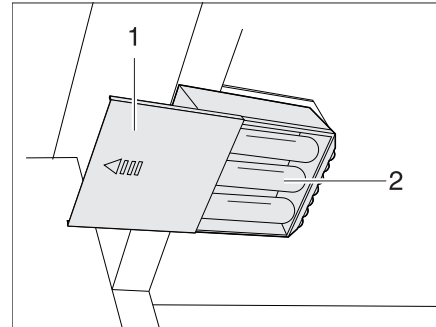

Bild 285 Kleiderschrankleuchte mit LED, Batteriefach geöffnet
- Die Batterien (Bild 285,2) dem Batteriehalter entnehmen.
- Neue Batterien (Bild 285,2) gleichen Typs polrichtig (+/-) einsetzen.
- Deckel (Bild 285,1) wieder aufschieben.